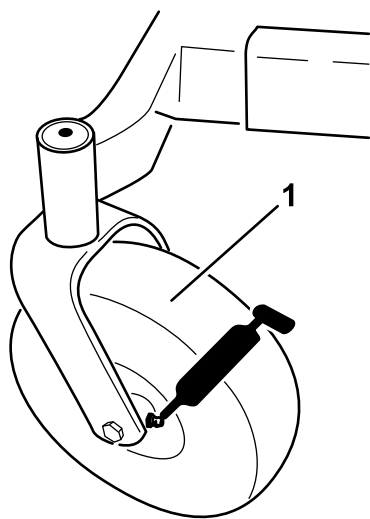

Figura 32
3. Limpie con un trapo los puntos de engrase (Figura 32 y Figura 31).
4. Conecte una pistola de engrasar a cada punto de engrase y bombee grasa en éstos hasta que la grasa empiece a rezumar de los cojinetes (Figura 31 y Figura 32).